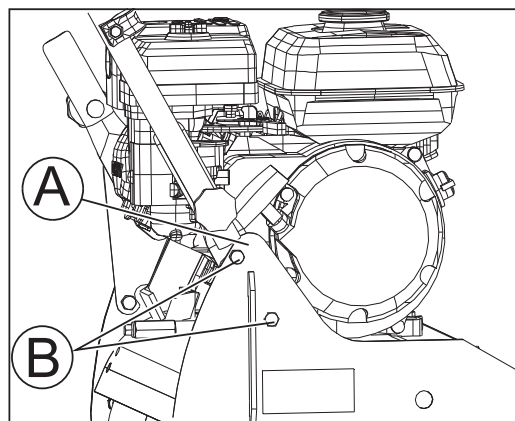
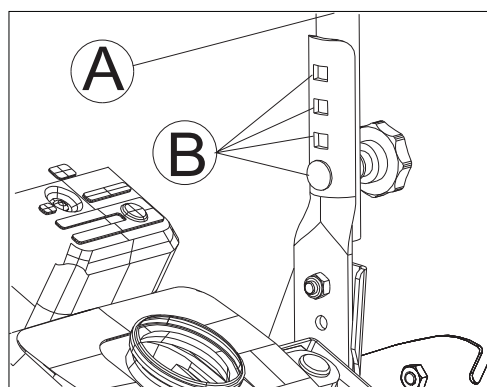

Fig 8.12a
Fig 8.12b
Nel punto in cui i tubi si collegano ai telai laterali [A] (Fig 8.12a) e nel punto in cui il manubrio si collega al tubo inferiore [A] (Fig 8.12b).
1. Allentare le manopole di serraggio [B] (Fig 8.12a) per regolare l'inclinazione del manubrio.
2. Per la regolazione verticale del manubrio, rimuovere la manopola di fissaggio dal manubrio, quindi reinserirla nell'occhiello più appropriato [B] (Fig 8.12b) e serrarla.